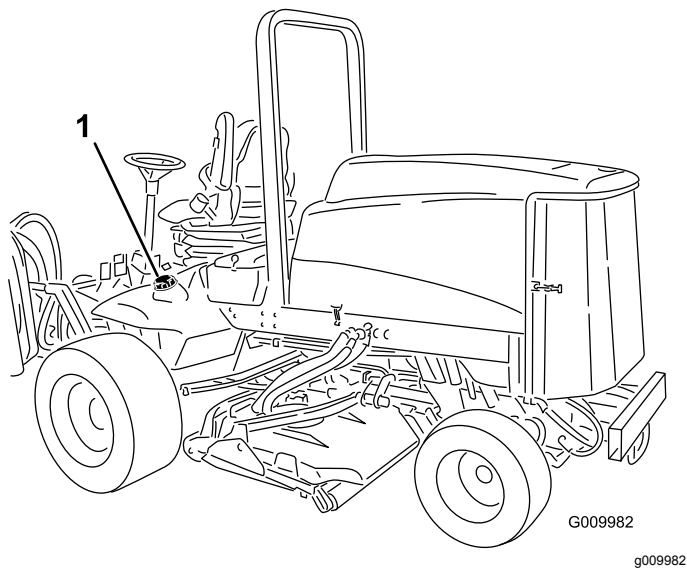

Figura 21
1. Retire el tapón del depósito de combustible (Figura 21).